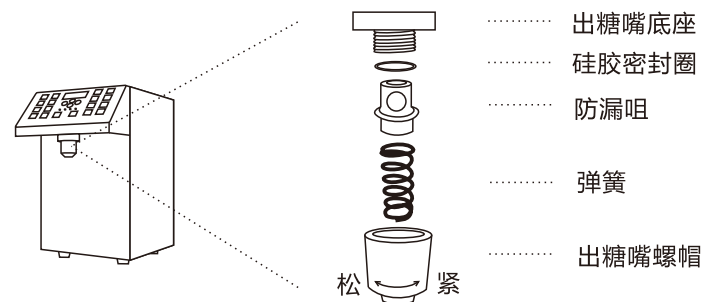

图1：出糖嘴结构示意图
- 3 如下图（图1）所示，向左拧松糖嘴螺帽，并取出出糖嘴内附件，使用温水清洗干净。